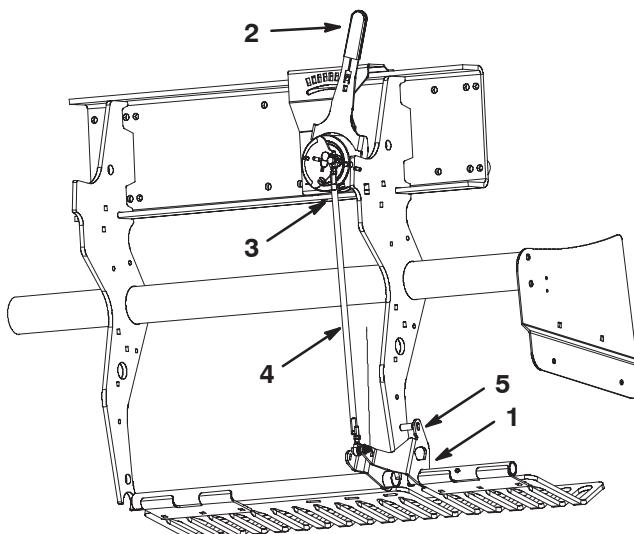

Figure 54
1. Tournez le support de fixation du protège-gazon gauche (Fig. 54) jusqu'à ce que la goupille de sécurité (mèche ou vis de 5/16) puisse être introduite entre le support et le tube de réglage de profondeur soudé au châssis.
2. Placez le sélecteur de protection du sol (Fig. 54) à la position "H" (profondeur maximale).
3. Débranchez le commutateur sphérique (Fig. 54) du faisceau de câblage (commutateur d'abaissement de tête).
4. Desserrez les écrous de blocage (gauche et droit) sur la biellette de réglage de profondeur (Fig. 54).